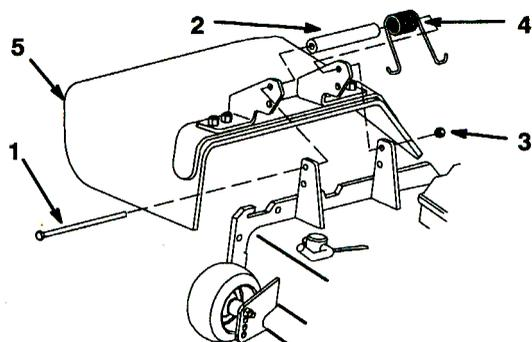

図1
2. デフレクタをピボット・ブラケットに固定しているロックナット、ボルト、スプリング、スペーサを外す(図1)。デフレクタを取り外す